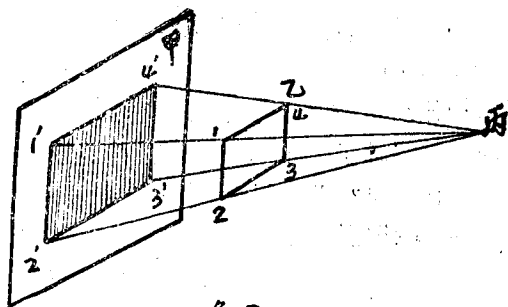

图3
1.复杂剖视图 2.局部剖视图 3.断面和折断面 4.剖面的特殊规定
什么样的投影謂之中心投影？上面我們所講的手影游戏，即是中心投影的情况。我們可以将图3中的情况与图2手影游戏来比較一下：图3中的丙点，即是图2中的灯；物体乙是手势，投影面甲就是牆。从这个情况，我們就可以知道中心投影是什么事了。
简单的讲：物体乙通过投影中心，将其投影到投影面甲上去的过程，我們称它为中心投影。也就是我們假定需把物体乙画到投影面甲上去，我們可任意选一点丙，（投影中心）从丙点通过物体乙上的所有各点，作各点直綫交于投影面甲上各点（这些直綫称之謂投射綫），将投影面甲上的各点，（如图3上的1'2'3'4'）再用直綫相应的连接起来而得到了图形。象这样在平面甲上所作图形的投影过程叫做投影法。所得的投影叫做中心投影。